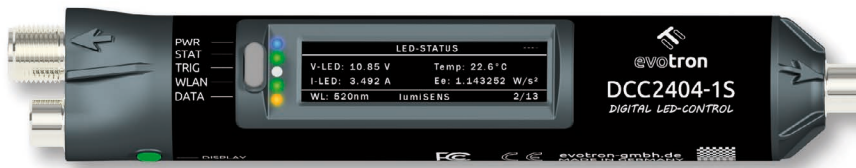

Bild 2: Anschlussfähig nach M8- und M12-Standard: in-Cable-Controller mit digitaler Funktionalität und menügeführter Anzeige.
4. Einfacher Austausch und Wartungsfreundlichkeit durch flexible Einbaulage. Beidseitig angeordnete Schraubsteckverbinder erlauben eine einfache Montage / Demontage durch Nutzung von Standardkabeln (Bild 2).